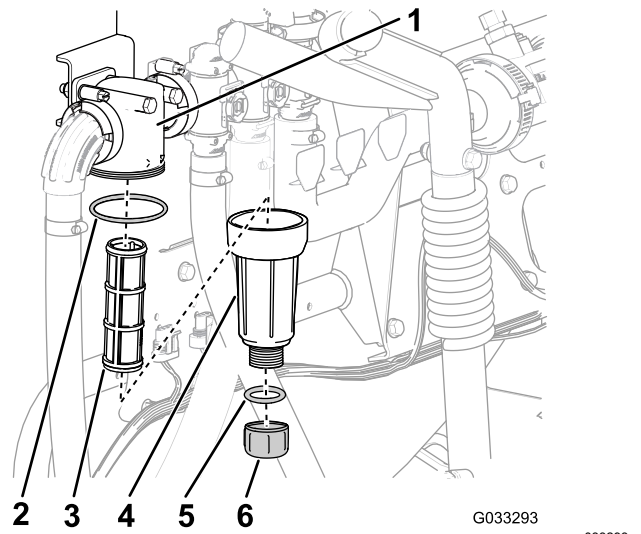

Figure 30
- Placez un bac de vidange sous le filtre de pression (Figure 30).
- Tournez le bouchon de vidange dans le sens antihoraire et déposez-le de la cuvette du filtre de pression (Figure 30).
- Tournez la cuvette dans le sens antihoraire et déposez la tête du filtre (Figure 30).
- Retirez l'élément du filtre de pression (Figure 30).
- Contrôlez l'état et l'usure du joint du bouchon de vidange (à l'intérieur de la cuvette) et du joint de la cuvette (à l'intérieur de la tête du filtre) (Figure 30).
- Placez l'élément dans la tête du filtre de pression (Figure 30).
- Vissez la cuvette sur la tête du filtre à la main (Figure 30).
- Vissez le bouchon de vidange sur le raccord au fond de la cuvette et serrez-le à la main (Figure 30).